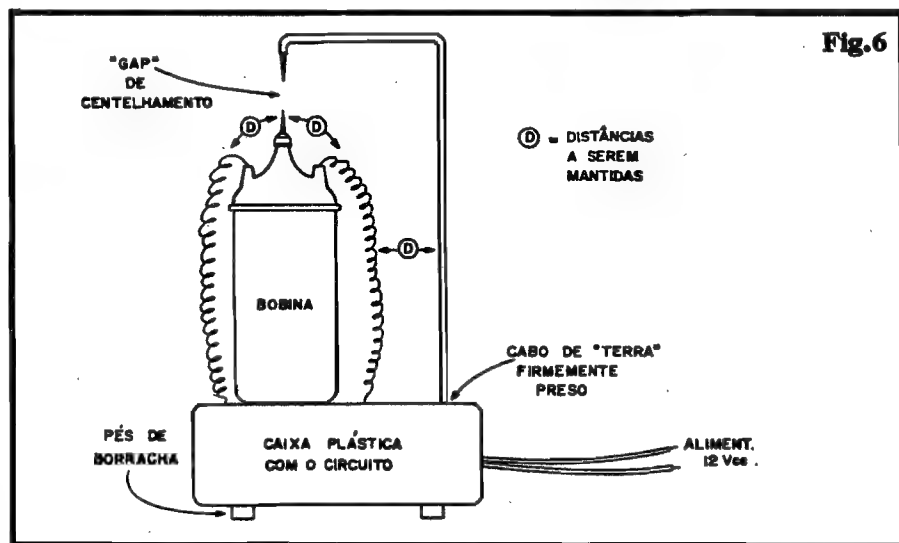

Fig. 6
- FIG. 6 - ARRANJO GERAL DA CAIXA/BOBINA/CENTELHA-
Na verdade, mesmo sob 6 VCC, o circuito deverá funcionar, porém sob reduzida capacidade de geração de AT... Em Experiências rápidas, mesmo pilhas poderão ser usadas na energização do GERA (4 a 8 pilhas grandes, num suporte). O ideal, contudo, é alimentar a "fera" a partir de uma fonte de 12V x 1A (devido às características de "pouca frescura" do circuito, mesmo fontes baratas, não reguladas nem estabilizadas, de ríple considerável, servirão...). Com o conjunto arranjado conforme fig. 6, afastamento no gap de centelhamento em torno de 1 cm., é só ligar a alimentação para que o "raio" surja entre as pontas do centelhador, na forma de uma crepitante fásca azulada, ondulando em pleno ar, repleta de energia... Não se espantem se o ar começar a "cheirar" diferente junto ao EXPERIMENTADOR... Isso se deve à presença do ozônio, um alótropo do oxigênio gerado pela forte ionização do ar imposta pela passagem do "raio" de AT...